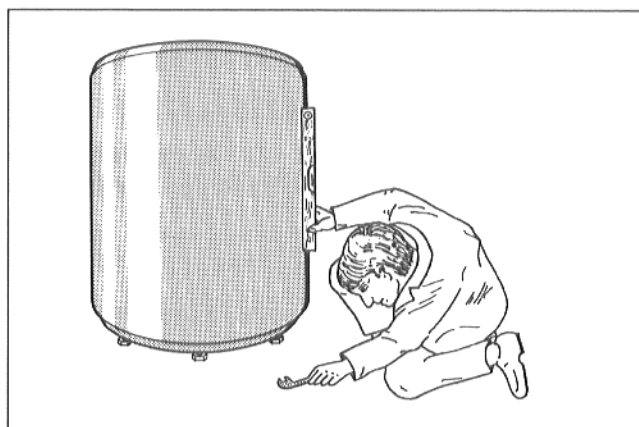

Fig. 5
- Mettre le préparateur d'aplomb en ajustant les pieds réglables à la verticale (fig. 5).